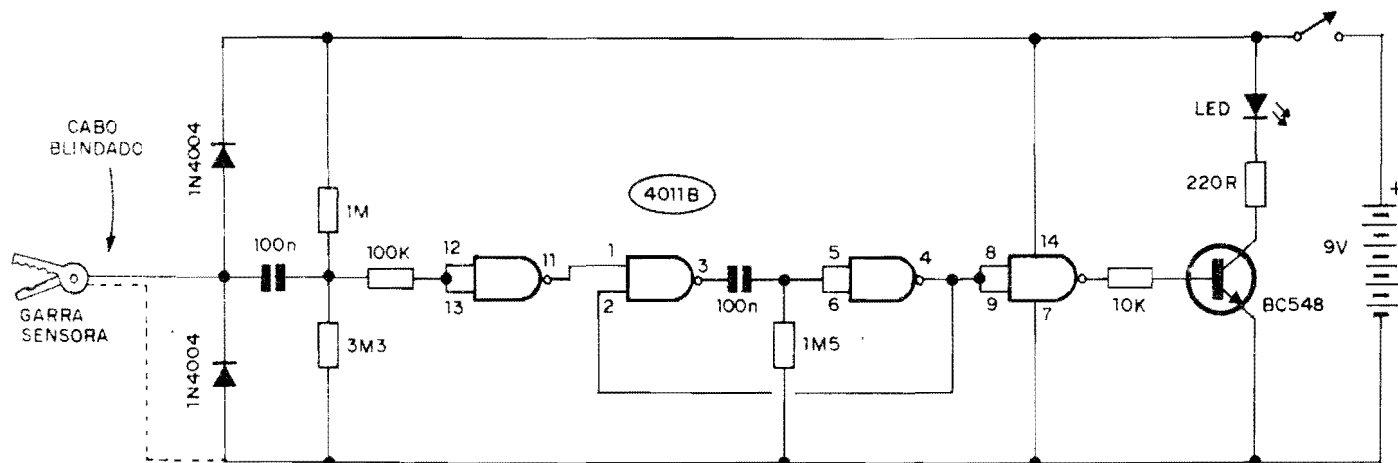

Fig.1
- **FIG. 1 - DIAGRAMA DO CIRCUITO** - A questão básica no desenvolvimento do circuito foi... **SEGURANÇA**, tanto do usuário, quanto do próprio dispositivo e de seus componentes (em vista da elevada Tensão presente no setor elétrico de ignição do veículo, parâmetro **perigoso**, sob muitos aspectos...). Dessa forma, o primeiro requisito foi que não devia haver contato elétrico "físico" direto, entre o circui-